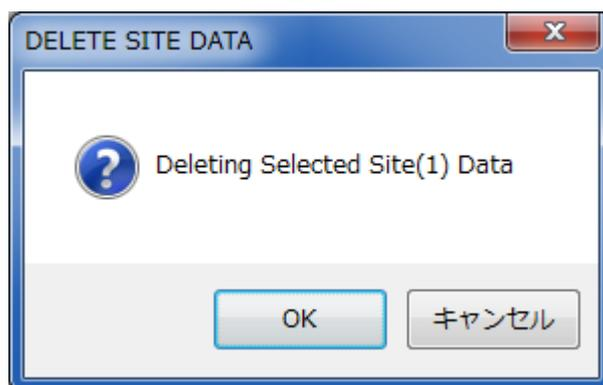

図 4-14 警告ダイアログ
- Site Number リストボックスの内、消去したいSITE 番号を選択し、「Delete Site」③ボタンをクリックすると、図 4-14 の警告ダイアログが表示されます。